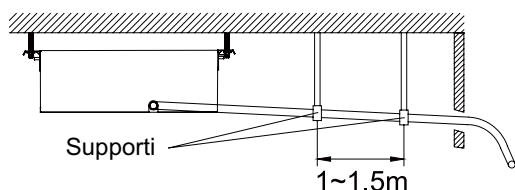

Fig.16
3. Se il tubo è molto lungo, montare i supporti. (Fig.16).